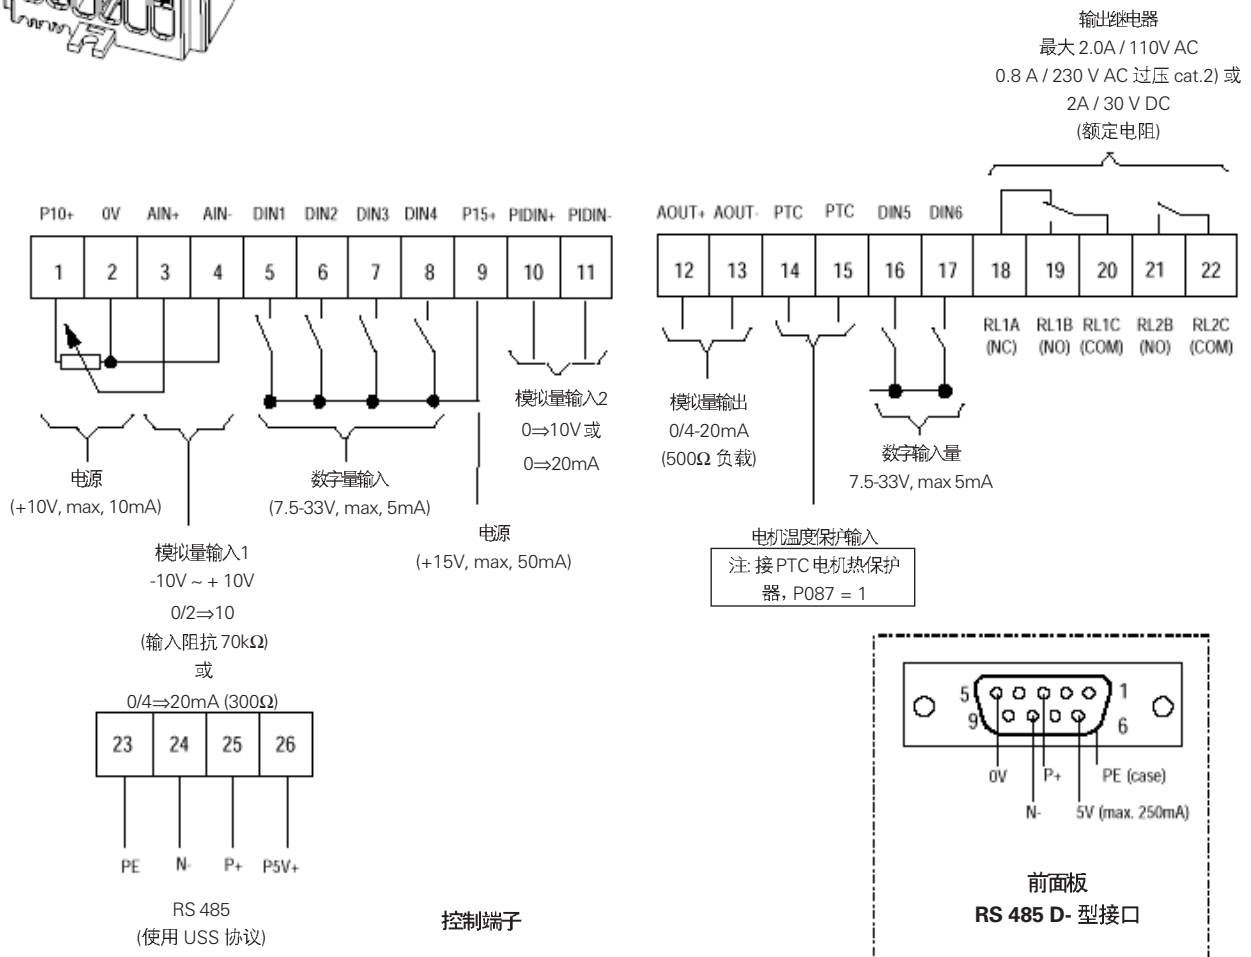
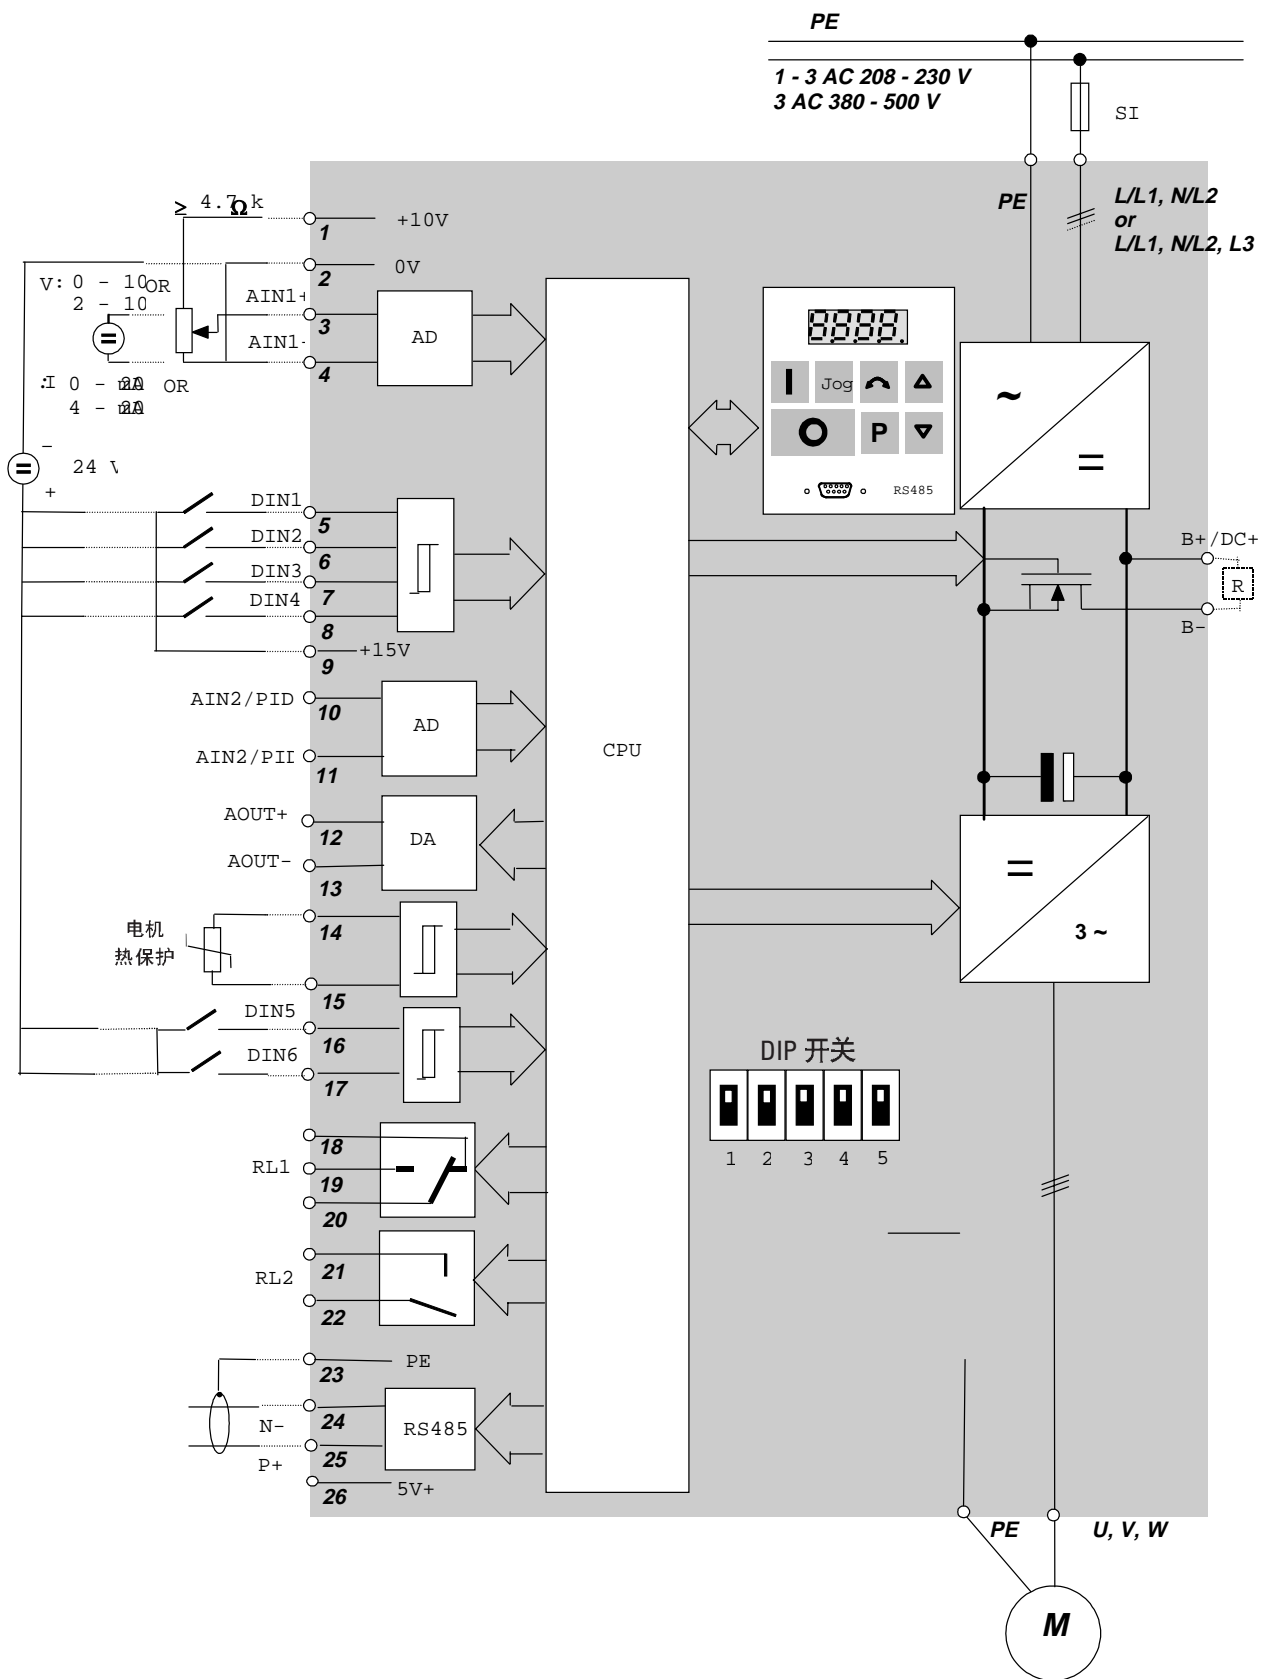

图6: 控制线连接MICROMASTER Vector
图 8 框图-MMV
5. 按图 6 和图 8 连接控制线,并参照 2.2.4 和 2.2.6 节。
15. 按图 6 和图 8 连接控制线, 并参照 2.2.4 节和 2.2.6 节。
11. 按图 6 和图 8 连接控制线,并参照 2.2.4 和 2.2.6 节。